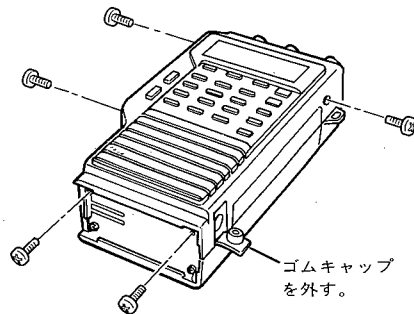

図1
2. 本体側面にあるDCコンセント用のゴムキャップをはずします(図1)。
3. 電池ケースを外し、本体底部に端子板を止めている4本のねじのうち前面パネル側の2本をはずします(図1)。
4. 前面パネルを止めている3本のねじをはずします(図1)。